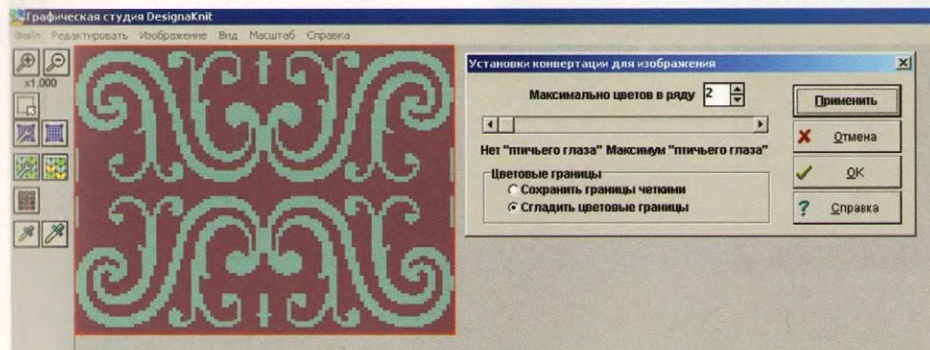

рис. 17
6. Далее назначим максимально количество цветов в одном ряду. Так как мы выбрали 2-цветный рисунок, то вызвав таблицу кнопкой (варианты установок конвертации), устанавливаем цифру 2. В той же таблице ниже есть установки вариантов применения «птичьего глаза» (рис. 17). Программа автоматически устанавливает ползунок на среднее значение. Эта функция используется при работе с фотографиями.